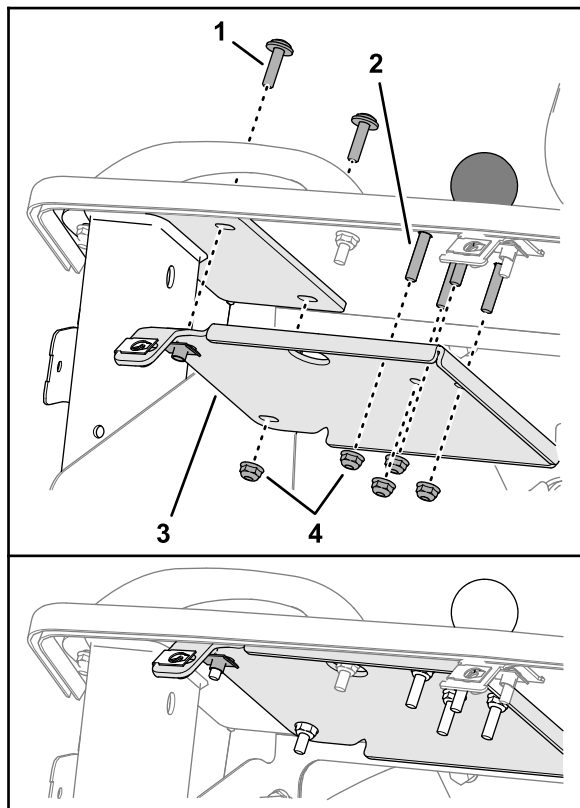

Рисунок 136
- Установите, не затягивая, усиливающую пластину на 4 болта с фланцевыми головками ($\frac{1}{4} \times 1\frac{1}{2}$ дюйма), закрепив 4 контргайками ($\frac{1}{4}$ дюйма), как показано на Рисунок 136.